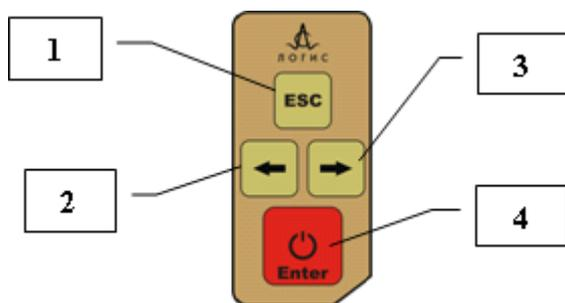

Рис. 5.6 - Клавиатура
- Включить питание прибора, нажав и отпустив кнопку «**Enter**» на клавиатуре (Рис. 5.6, поз.4). В течение 10-15 секунд происходит тестирование программного обеспечения прибора, далее на экране моноблока появляется «Главное меню» бетоноскопа (Рис. 5.7), которое позволяет осуществлять выбор режимов работы прибора и параметров зондирования.
Выбор опций меню осуществляется кнопками «←», «→» (Рис. 5.6). Выбранная опция активизируется нажатием кнопки «**Enter**», после изменения параметра опции выход в меню выполняется нажатием кнопки «**Выход**».
В процессе зондирования в приборе предусмотрена возможность установки меток на радарограмме, метки устанавливаются кратковременным нажатием кнопки «Enter» на панели управления (Рис. 5.6).